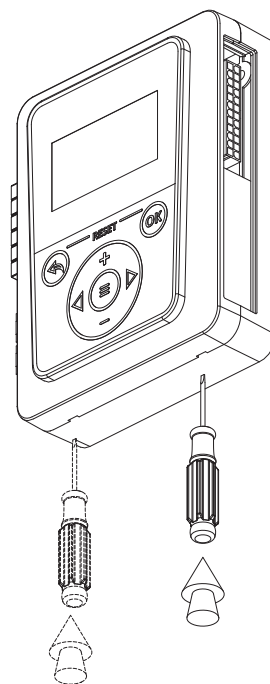

Рис. 18 Демонтаж лицевой панели
2. Снимите лицевую панель контроллера, ослабив защелки с помощью отвертки (**Рис. 18**);